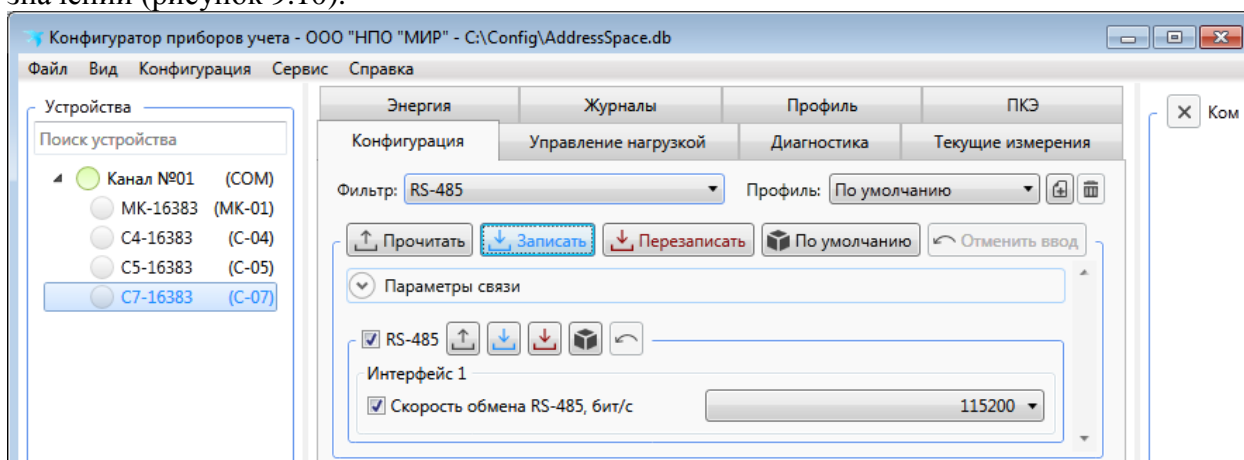

Рисунок 9.10
9.5.9.2 В поле *Скорость* выбрать значение скорости передачи данных (например, 115200 бит/с) и нажать кнопку  группы параметров *RS-485* для сохранения измененных значений (рисунок 9.10).